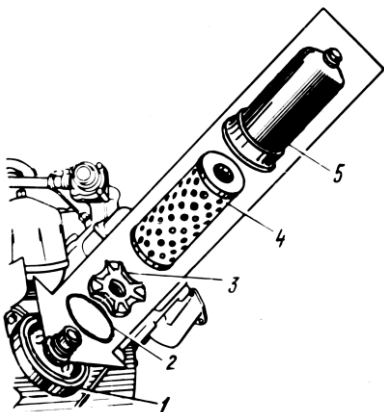

Рис. 68. Масляный фильтр:
- 2 Отвернуть полностью и снять колпак 5 (рис. 68) фильтра.